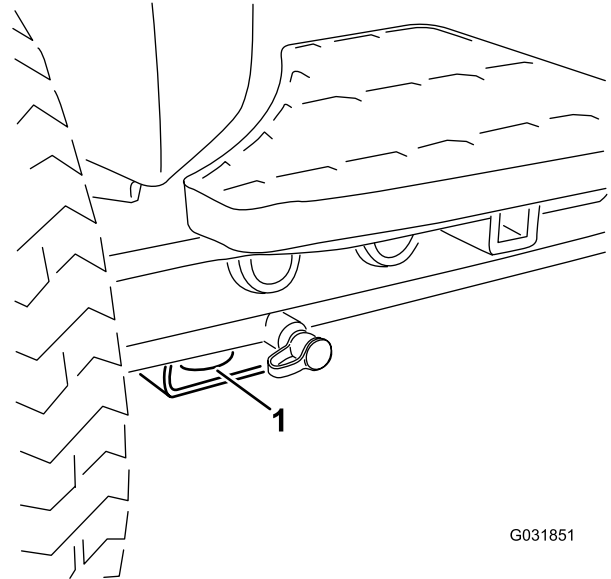

Figura 40
- **Parte delantera de la máquina** – el orificio del bloque rectangular, debajo del tubo del eje, al interior de cada rueda delantera (Figura 40).